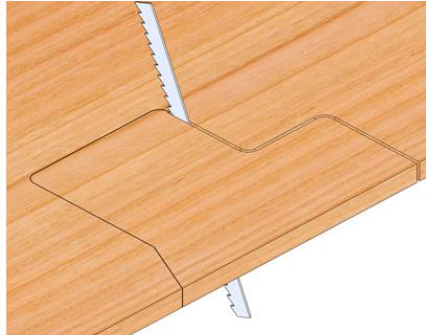

Fig10
- Dibuje y recorte el contorno (fig10)